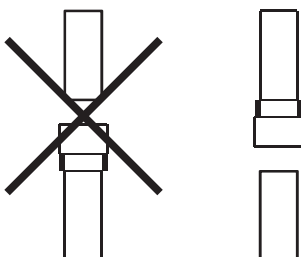

fig. 5.5.2
- Los tubos deben empalmarse con la unión hembra hacia abajo para garantizar la estanqueidad al humo y la condensación por medio de la junta (Fig. 5.5.2).